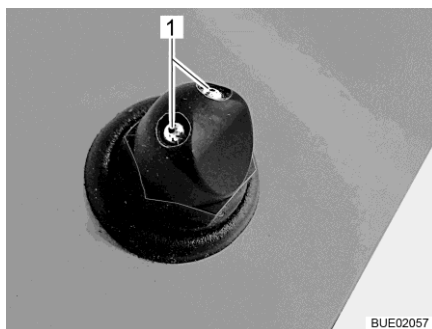

Bild 52 Spolarmunstycken (variant 1)
- Ställ in motståndet på spolarmunstyckena (Bild 52,1) med ett spetsigt föremål, tills det önskade läget har uppnåtts.